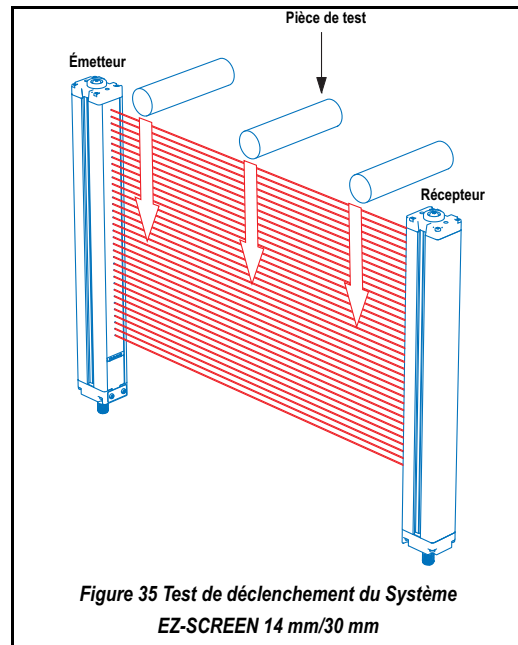

Figure 35 Test de déclenchement du Système EZ-SCREEN 14 mm/30 mm
- 3) Alors que la machine protégée est au repos, faire passer trois fois la pièce de test dans la zone définie ; une fois près de l'émetteur, une fois près du récepteur et une fois au milieu (**Figure 35 en page 60**). ☐